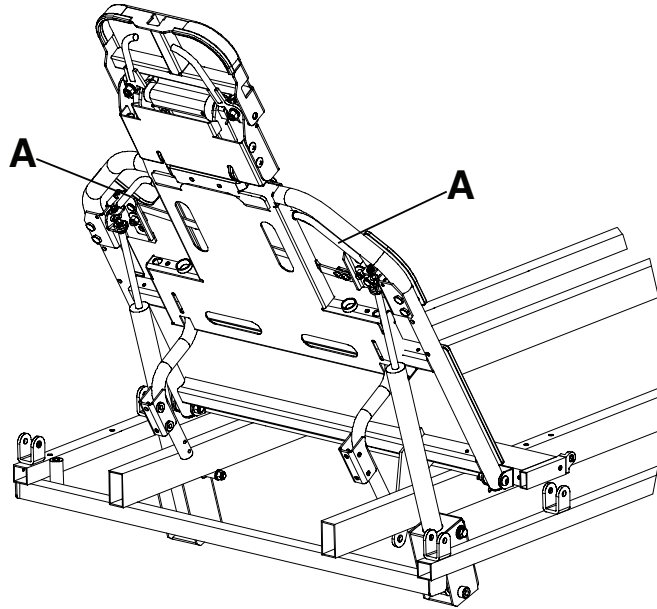

图 3 – Fowler 靠背
要升高 Fowler 靠背，挤压 Fowler 释放把手 (A) 并将 Fowler 靠背向上拉到所需位置 (图 3)。
要降低 Fowler 靠背，挤压 Fowler 释放把手 (A) 并将 Fowler 靠背向下推到所需位置 (图 3)。